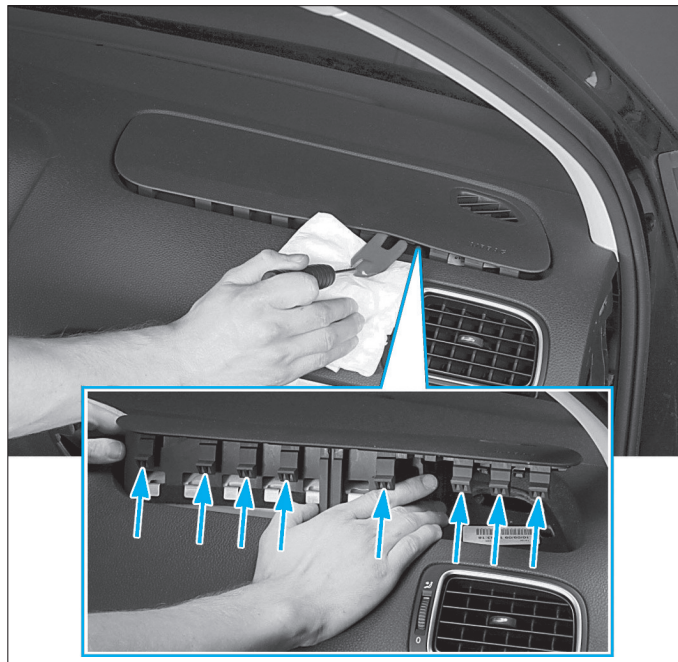

FIG. 4
- Dégrafer (flèches) le module d'airbag de la planche de bord (Fig.4).